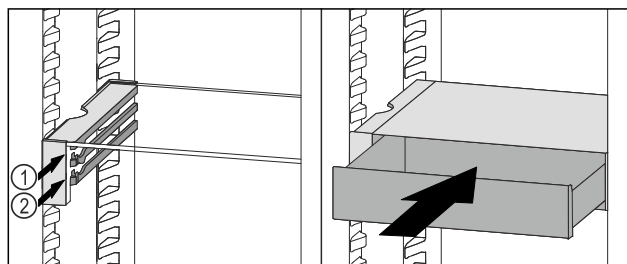

Fig. 89
- Posizionare il cassetto VarioSafe dietro i tappi sulla nervatura desiderata Fig. 89 (1) o Fig. 89 (2).